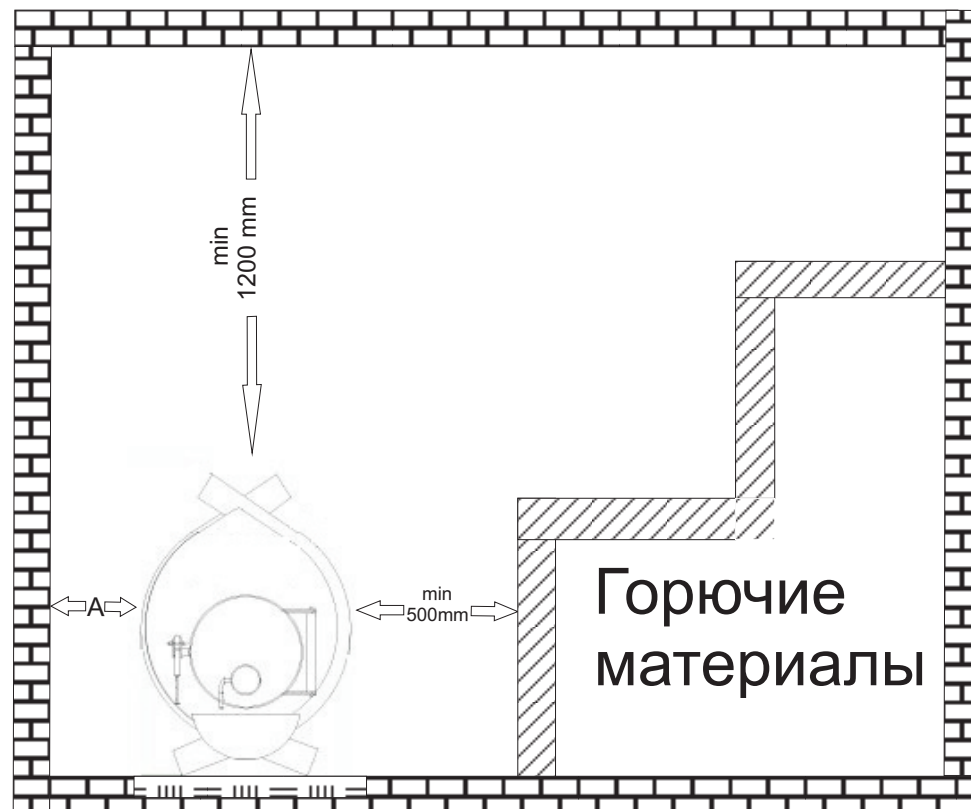

Рис. 1
- при установці печі поблизу бетонних стін мінімальна відстань до її стінки має бути не менше  $A=50\text{мм}$  для забезпечення належної циркуляції повітря. (Рис.1)
- при установке печи вблизи бетонных стен минимальное расстояние до ее стенки должно быть не менее  $A=50\text{мм}$  для обеспечения надлежащей циркуляции воздуха. (Рис.1)